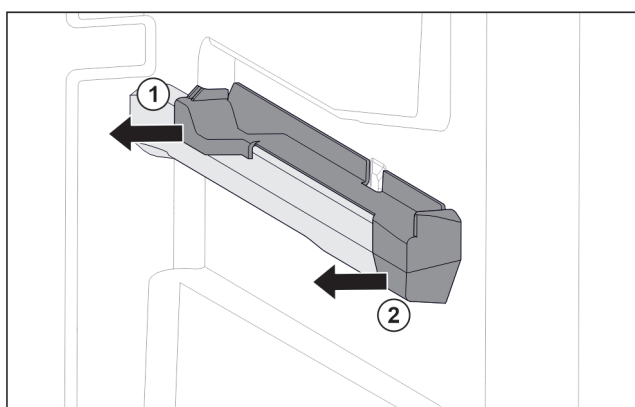

Fig. 153 右侧容器肋梁上的插装件
- 将插装件后部拉到一侧。Fig. 153 (1)
- 将插装件前部拉到一侧。Fig. 153 (2)